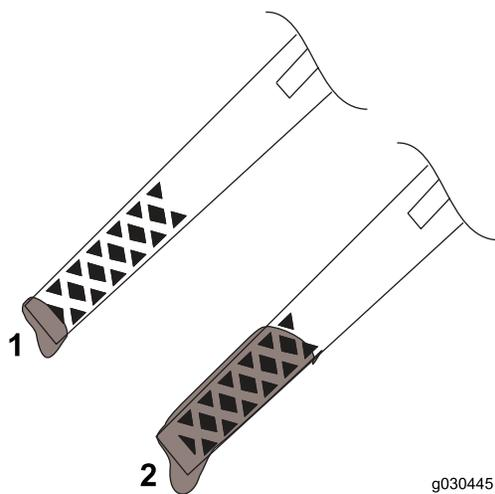

Figura 17
- Se l'olio non raggiunge la tacca Add (Figura 17), occorre rabboccare. Vedere Cambio dell'olio motore \(pagina 16\).
- Se il livello dell'olio è sopra la tacca Full (Figura 17), spurgate l'olio in eccesso fino a quando il livello non arriva alla tacca Full; fate riferimento a Cambio dell'olio motore \(pagina 16\).